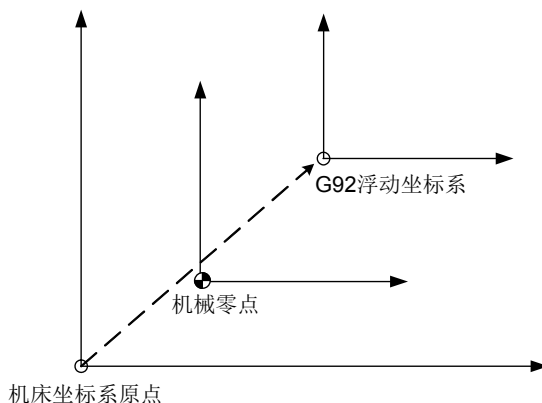

图 4-2-12-1
- 1、如图 4-2-12-1 所示，G92 浮动坐标系对应的原点为机床坐标系下的值，与工件坐标系没有关系。